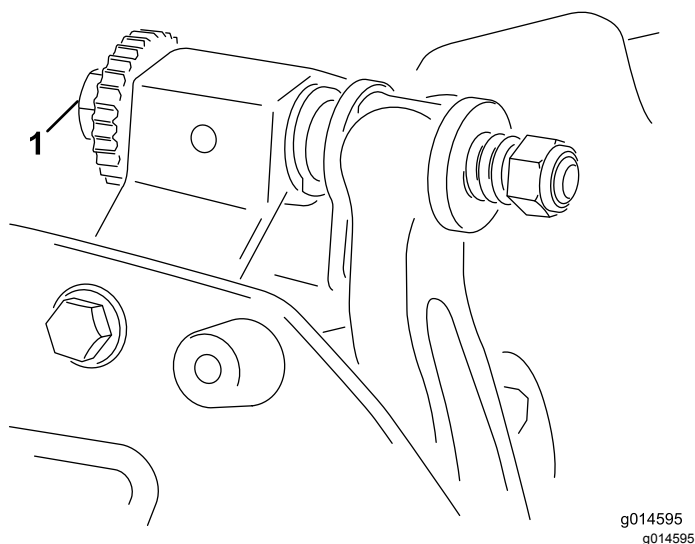

図 9
- 相互の接触が全くない場合は、ベッドバー調整ねじ 図 9 を1クリックずつ均等に締めながら、ごく軽い接触が得られるようにする。
6. シムを左右に滑らせながら右側のベッドバー調整ねじ 図 9 を回して、シムに軽い圧迫シムが挟まれる感じを感じる程度に調整する。シムを抜き取る。